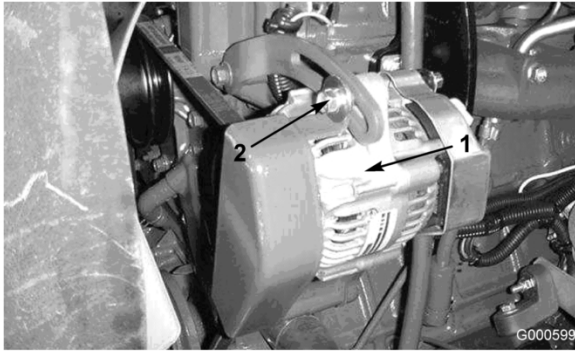

Figure 52
Vérifiez l'état et la tension des courroies (Figure 52) toutes les 100 heures de fonctionnement.
2. Si tel n'est pas le cas, desserrez les boulons de montage de l'alternateur (Figure 52). Augmentez ou diminuez la tension de la